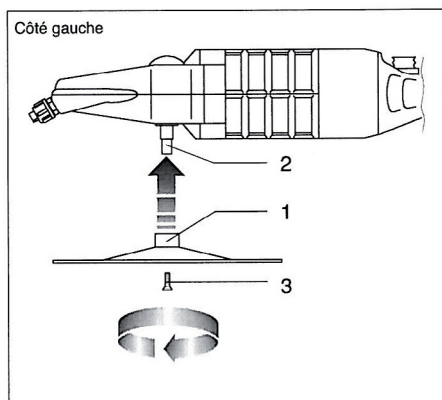

FIG.9 (Connexion du disque avec velcron au pivot de connexion disque sur la talochéuse)
- 1) Dévisser la vis appropriée (**FIG.9-Réf.3**) depuis le pivot de connexion du disque;
- 2) Placer le disque avec velcron (**FIG.9-Réf.1**) sur le pivot de connexion du disque de la talocheuse (**FIG.9-Réf.2**);
- 3) Visser la vis appropriée (**FIG.9-Réf.3**).